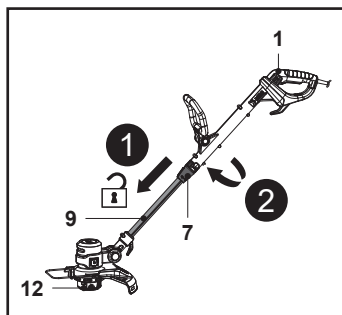

Fig. 8
1. Deslize o botão de desbloqueio (7) para baixo e rode a pega principal (1) para a direita enquanto segura a haste inferior (9) para ajustar a cabeça do aparador (12) a um ângulo de 90° ou 180° (Fig. 8). Solte o botão de desbloqueio (7) e continue a girar a pega principal (1) até encaixar no devido lugar. Assegure-se de que o botão de desbloqueio (7) encaixa no devido lugar.